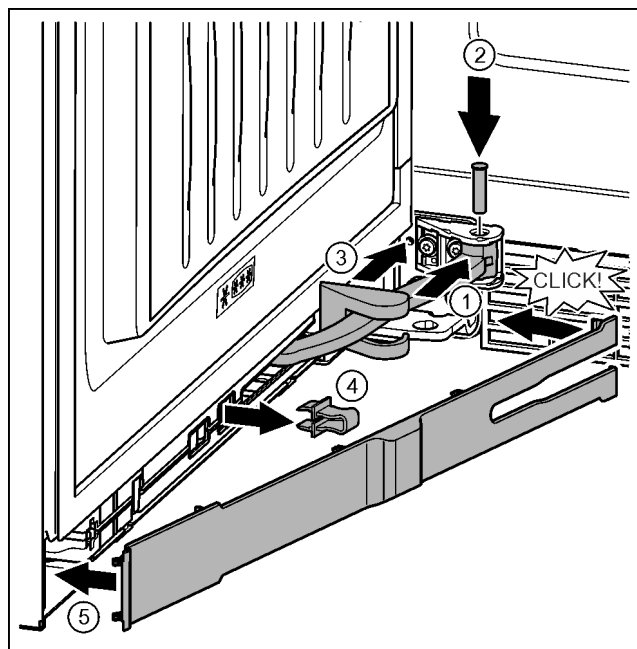

Fig. 40
- ▶ Gelenk in Aufhängung drehen. Fig. 40 (1)
- ▶ Bolzen mit einem Schraubendreher T15 in Aufhängung und Gelenk einsetzen. Dabei darauf achten, dass der Rastnocken korrekt in der Nut sitzt. Fig. 40 (2)
- ▶ Lagerbockabdeckung entlang des Gelenks schieben und über der Aufhängung montieren. Fig. 40 (3)
- ▶ Sicherung abnehmen. Fig. 40 (4)
- ▶ Blende griffseitig ansetzen und einschwanken. Fig. 40 (5)